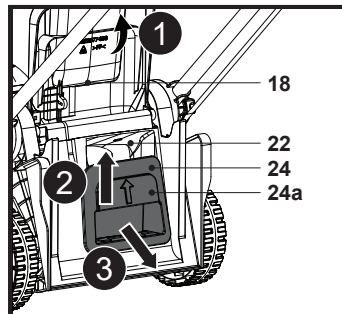

Fig. 14
- Levante el asa integrada (24a) y extraiga el accesorio triturador (24) del canal de descarga trasero (22); a continuación, extraiga el accesorio triturador (24) (Fig. 14).